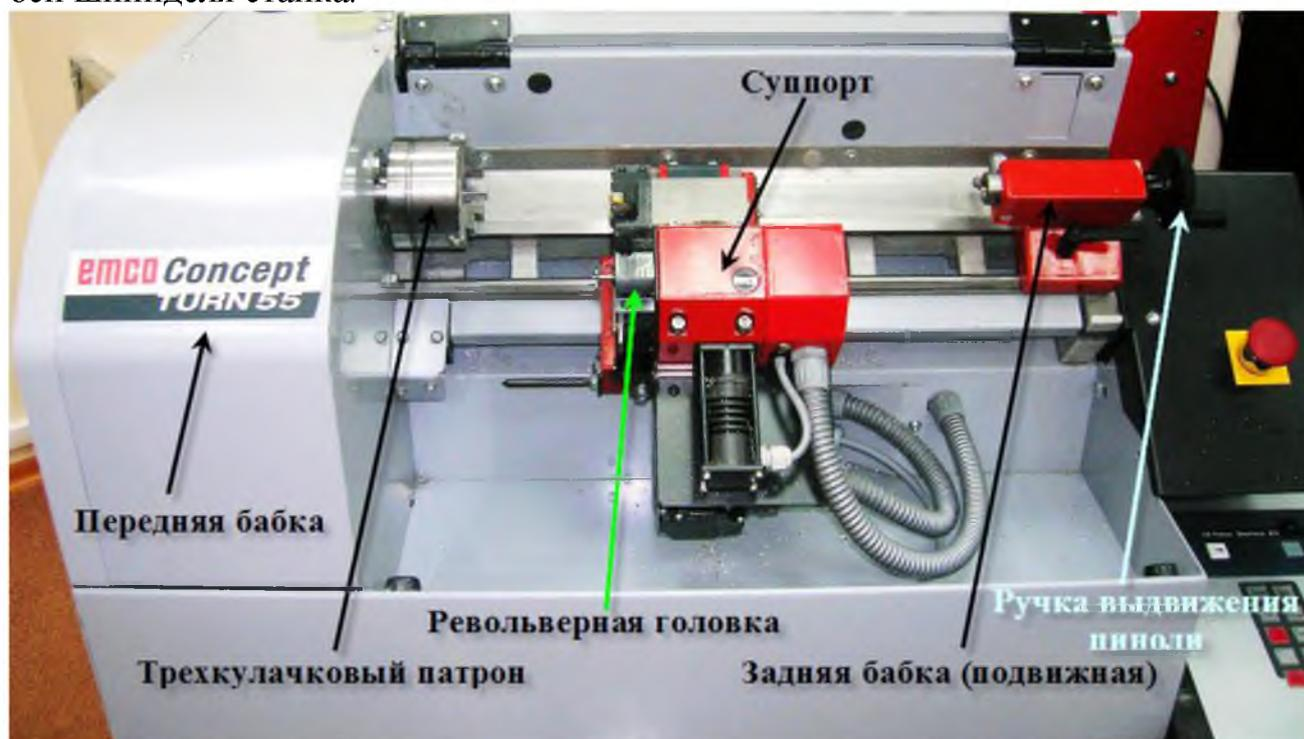
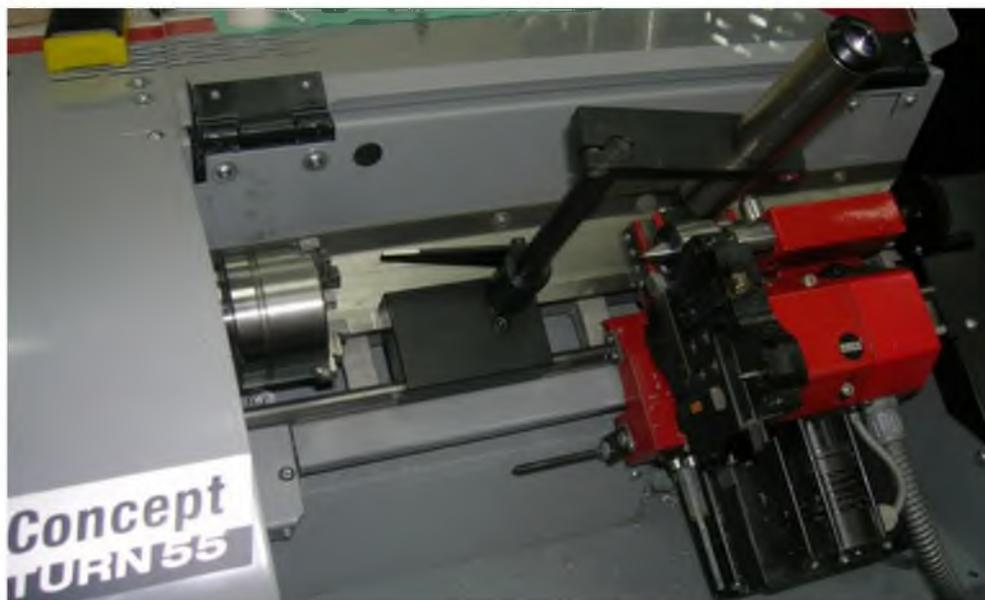

Рис. 1. Общий вид токарного станка TURN 55
Рис. 7. Установка микроскопа на станок TURN 55
Токарный станок TURN 55 оснащен инструментальной револьверной головкой, имеющей горизонтальную ось вращения (рис. 1). Револьверная головка имеет четыре паза в тангенциальном направлении, в которые устанавливаются токарные резцы, и четыре сквозных отверстия в торце для установки осевого инструмента и инструмента с цилиндрической державкой. Для уменьшения погрешности установки расточного инструмента необходимо оси отверстий револьверной головки в рабочем положении, выставить соосно оси шпинделя станка.
1) Устанавливаем оптическое устройство на станок, как показано на рис. 7 и затягиваем прижимной винт 8 (рис. 6). При этом прижимная планка 1 должна встать под направляющие станка. Ослабляем фиксирующий винт 10 и поворачиваем установочную планку 6, как показано на рис. 7.
2) Затем устанавливаем в заднюю бабку центр, подводим заднюю бабку к суппорту и ручкой (рис. 1) выдвигаем пиноль с центром так, чтобы вершина конуса оказалась под микроскопом (рис. 7).